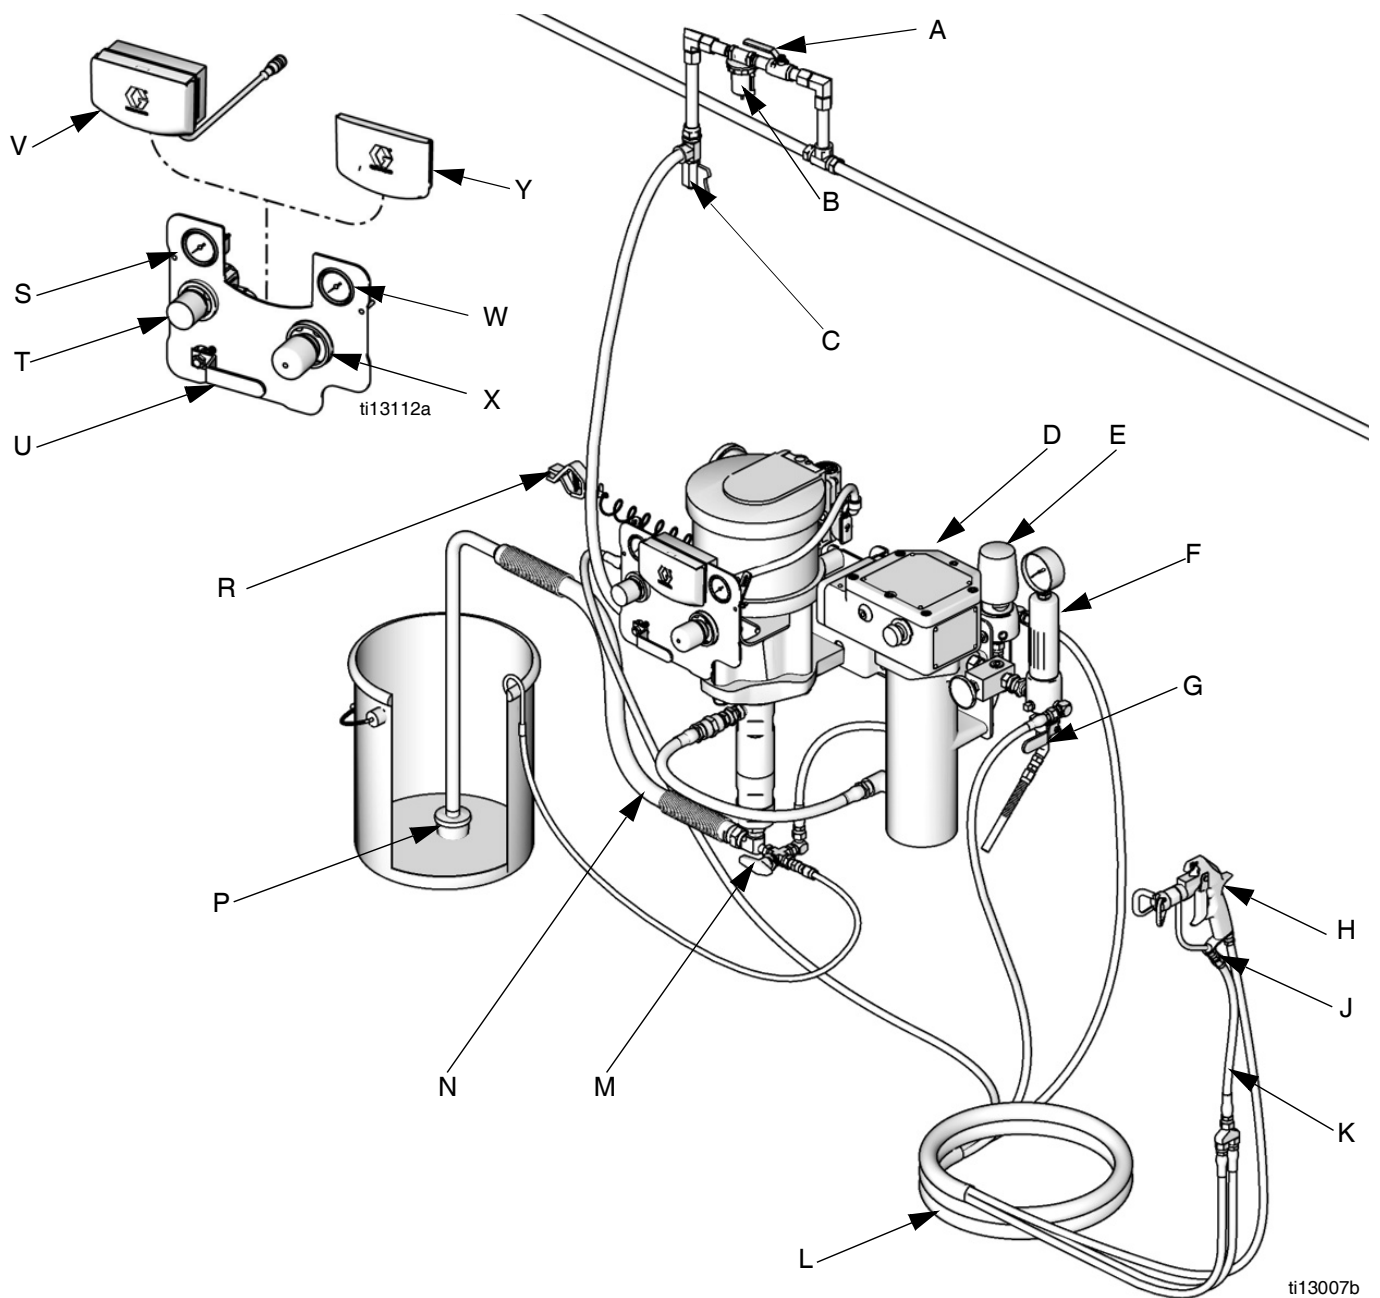

Fig. 1: Typisk installation (pakken omfatter muligvis ikke alle viste elementer.)
FIG. 1 er kun en guide til valg og installation af systemkomponenter og tilbehør. Kontakt Graco-forhandleren, og få hjælp til at designe et system, der opfylder dine specielle behov.
Se FIG. 1. **Komponenter varierer efter bestilt pakke.**
Se FIG. 1, side 9.
2. Se FIG. 1. Sluk for hovedudluftningsventilen (U).